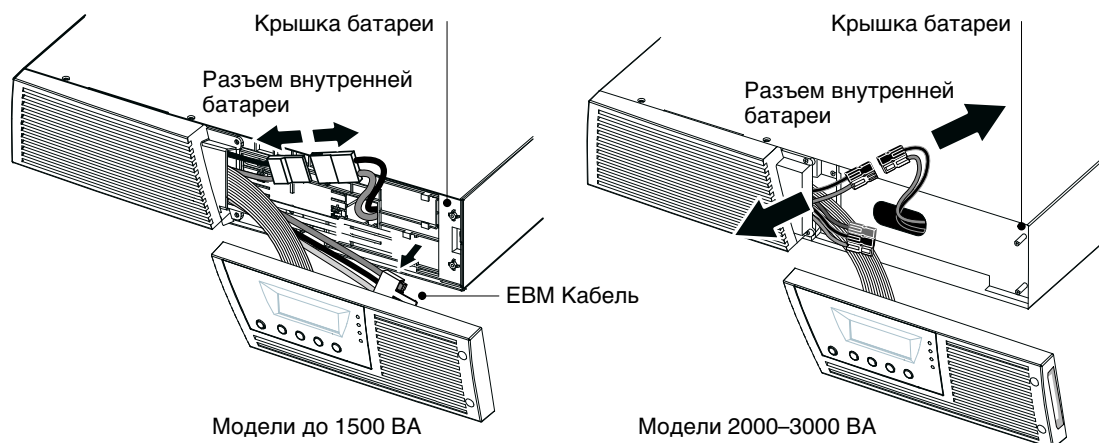
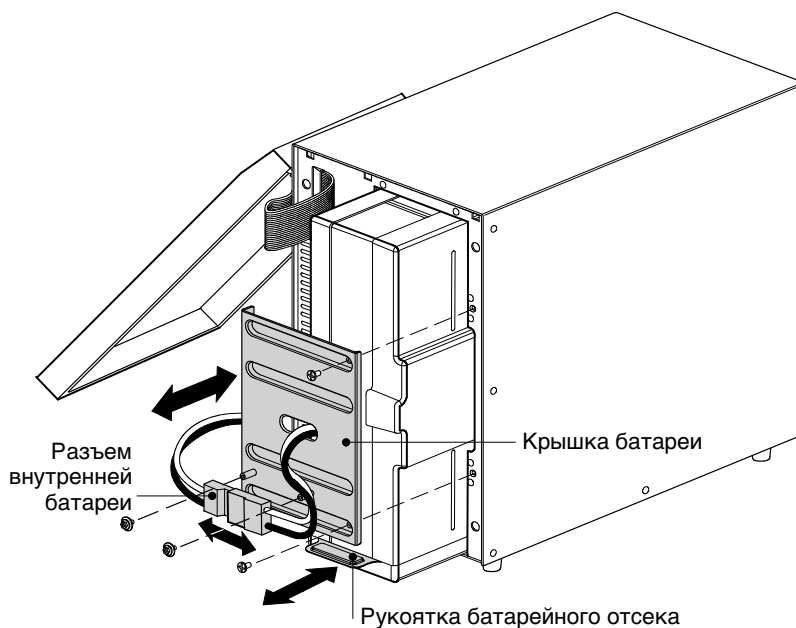

Рисунок 24. Отключение внутренних батарей ИБП (показано без EBM)
Рисунок 26. Замена внутренних батарей ИБП
**ПРИМЕЧАНИЕ.** В том случае, если требуется транспортировка ИБП, убедитесь в том, что ИБП отключен от сети и выключен, а затем отсоедините контакт внутренней батареи ИБП (см. Рисунок 24 на стр. 48 для моделей для монтажа в стойку или Рисунок 26 на стр. 50 для моделей типа башня).
2. Отсоедините разъем внутренней батареи (см. Рисунок 24).
3. **Только для моделей до 1500 ВА.** Если кабель EBM не подключен к EBM, отсоедините EBM кабель и переместите его влево (см. Рисунок 24).
4. Возьмите край крышки батареи и слегка потяните его вперед. Снимите и отложите в сторону крышку батареи. Расположение крышки батареи см. на Рисунок 24.
9. **Только для моделей до 1500 ВА.** Если кабель ЕВМ не подсоединен к ЕВМ, закрепите ЕВМ его в держателе на крышке батареи (см. Рисунок 24).
- Удалите и отложите в сторону два винта, удерживающие разъем внутренней батареи. Отсоедините разъем внутренней батареи. См. Рисунок 26.